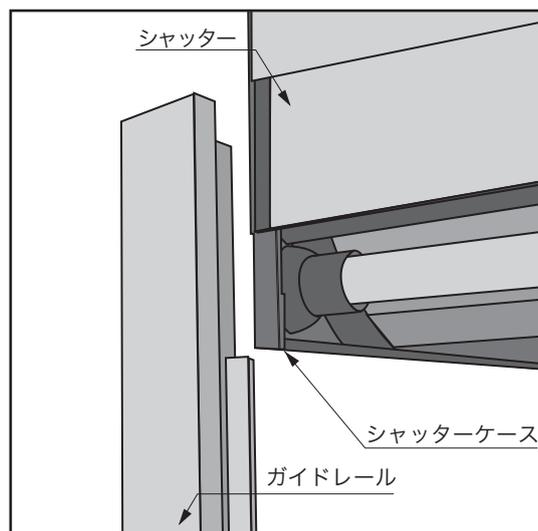

図4-1
(1) シャッターの先端を 80 ~ 100 mm、下（閉じる側）に引き出してください（図4-1）。